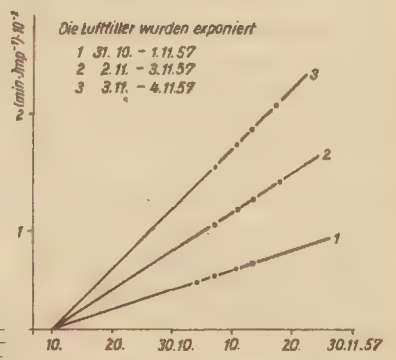

Abb. 3 Bestimmung des Zeitpunktes einer Kernexplosion
folge der dabei entstehenden und über große Entfernungen feststellbaren Gammastrahlen sowie an Hand des Neutronenstromes registrieren. Eine unvermeidliche Folge jeder Kernwaffenexplosion besteht darin, daß sich eine große Menge radioaktiver Spaltprodukte bildet. Bei einer Explosion in der Atmosphäre vermischen sich diese radioaktiven Teilchen mit der Luft und werden durch die Luftströmungen über sehr weite Entfernungen verbreitet. Bei einer Explosion im Ozean, unter Wasser oder in der Erdkruste verbleiben sie verhältnismäßig lange Zeit in der Nähe des Explosionsortes, so daß die Explosion bei einer nachfolgenden Kontrolle zweifelsfrei ermittelt werden kann. Mit den modernen technischen Methoden lassen sich schon verschwindend geringe Mengen neuer radioaktiver Bestandteile nachweisen, die in der Luft oder im Wasser auftreten. In vielen Fällen erweist es sich sogar als möglich, auch den Zeitpunkt der Bildung dieser Beimengungen, d. h. den Augenblick der Explosion zu bestimmen. In Abb. 3 ist ein solches Beispiel zur Bestimmung des Explosionszeitpunktes dargestellt. Es handelt sich dabei um radioaktive Teilchen, die in der Zeit vom 31. 10. bis 3. 11. 1957 aufgefangen wurden. Als Entstehungszeitpunkt ergab sich der 10. 10. 1957. An diesem Tage explodierte der Reaktor in Windskal (England). Später durchgeführte chemische Analysen bestätigten dieses Ergebnis. Schon aus den bisherigen Erörterungen ergibt sich also, daß es grundsätzlich möglich ist, Kernexplosionen über sehr große Entfernungen hin festzustellen. Im Zusammenhang mit dem von der Sowjetunion immer wieder angestrebten Verbot der Versuchsexplosionen und dessen wirkungsvoller Kontrolle tritt nun die Frage nach der nachweisbaren Stärke derartiger Ex-
Die Bildröhre wird hierbei im Gerät so aufgestellt, daß ihr Leuchtschirm der Projektionsfläche (dem Bildschirm) entgegengesetzt angeordnet ist (Abb. 3). Das Schirmbild der Bildröhre trifft zunächst auf einen großen Hohlspiegel (A), wird dort reflektiert und flutet dann an der Röhre und ihrer Aufhängung vorbei, durchsetzt noch eine schwachgekrümmte, große Schmidtsche Ausgleichlinse (B) und gelangt schließlich auf den Bildschirm (C). Zwar muß dieses ganze System auf Bruchteile eines Millimeters sehr sorgfältig justiert werden, es liefert aber einen größeren Lichtstrom, d. h. hellere Bilder als die Glasoptik. Nachteilig ist bei dieser Anordnung, daß man die Spiegeloptik nicht ohne weiteres verschiedenen Bildgrößen und Projektionsentfernungen anpassen kann. Außerdem muß die gegenüber einer Fernsehröhre ein kleineres Format besitzende Braunsche Röhre mit sehr hohen Spannungen bis zu 100 000 V betrieben werden. Solche hohen Spannungen sind allgemein nur bei Röntgenröhren üblich.